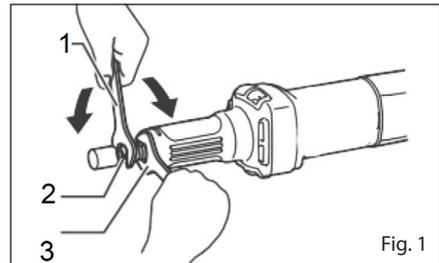

Fig. 1
A. Para instalar, desaperte a porca da bucha e insira o disco, de seguida, com a ajuda de uma chave de bocas prenda a rotação do eixo e com outra chave de bocas aperte a broca (fig. 1).